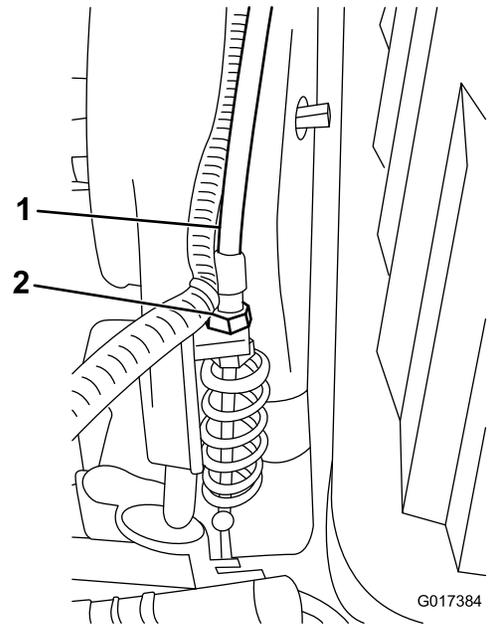

Рисунок 44
3. На переходнике трансмиссии отрегулируйте трос управления барабаном (Рисунок 44) так, чтобы длина пружины составила 70,6 – 72,4 мм.